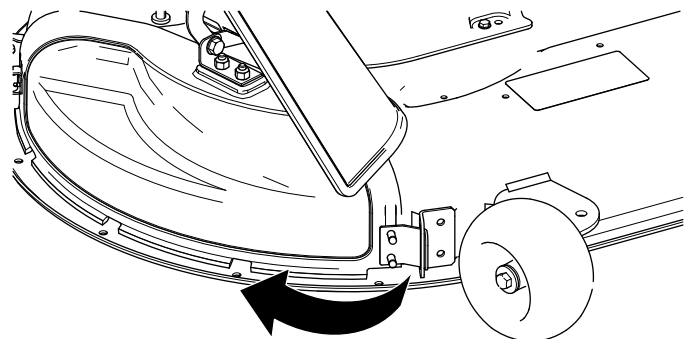

Figuur 13
3. Buig het metalen lipje van de afvoer­afsluiter in de sleuf in de beugel die is gelast aan het maaidek (Figuur 13).